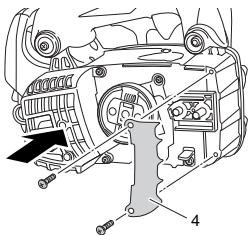

Fig. 3
\* En el caso de instalar el apoyo dentado (4), instale el apoyo dentado (4) en el aparato con dos tornillos. (**Fig. 3**)